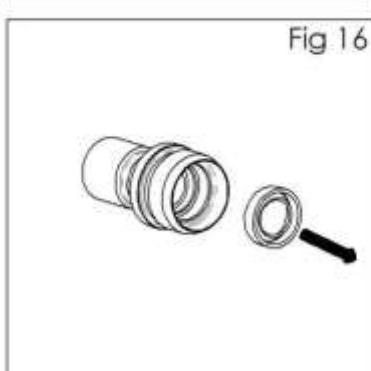

Fig 16
14. Извлеките заднее уплотнение воздушного клапана (22) из корпуса (27) с помощью инструмента в виде крюка. (См. рис. 16.)